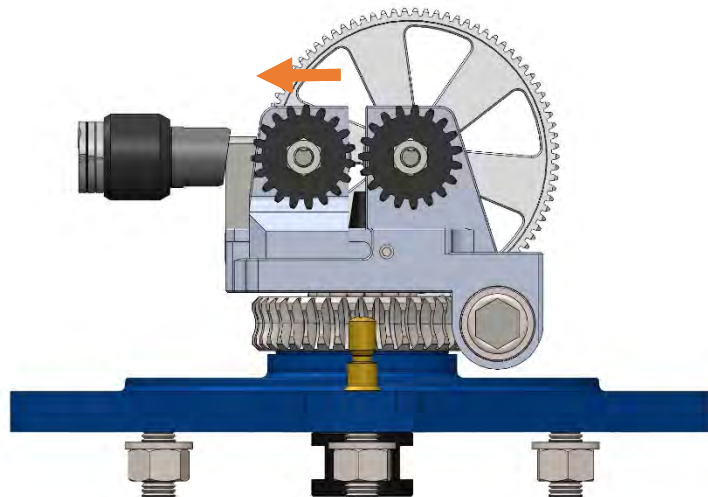

Figura 21
3. Far scorrere il supporto mobile, lungo la guida, per consentire l'apertura delle rotelle del Twister. Figura 21;